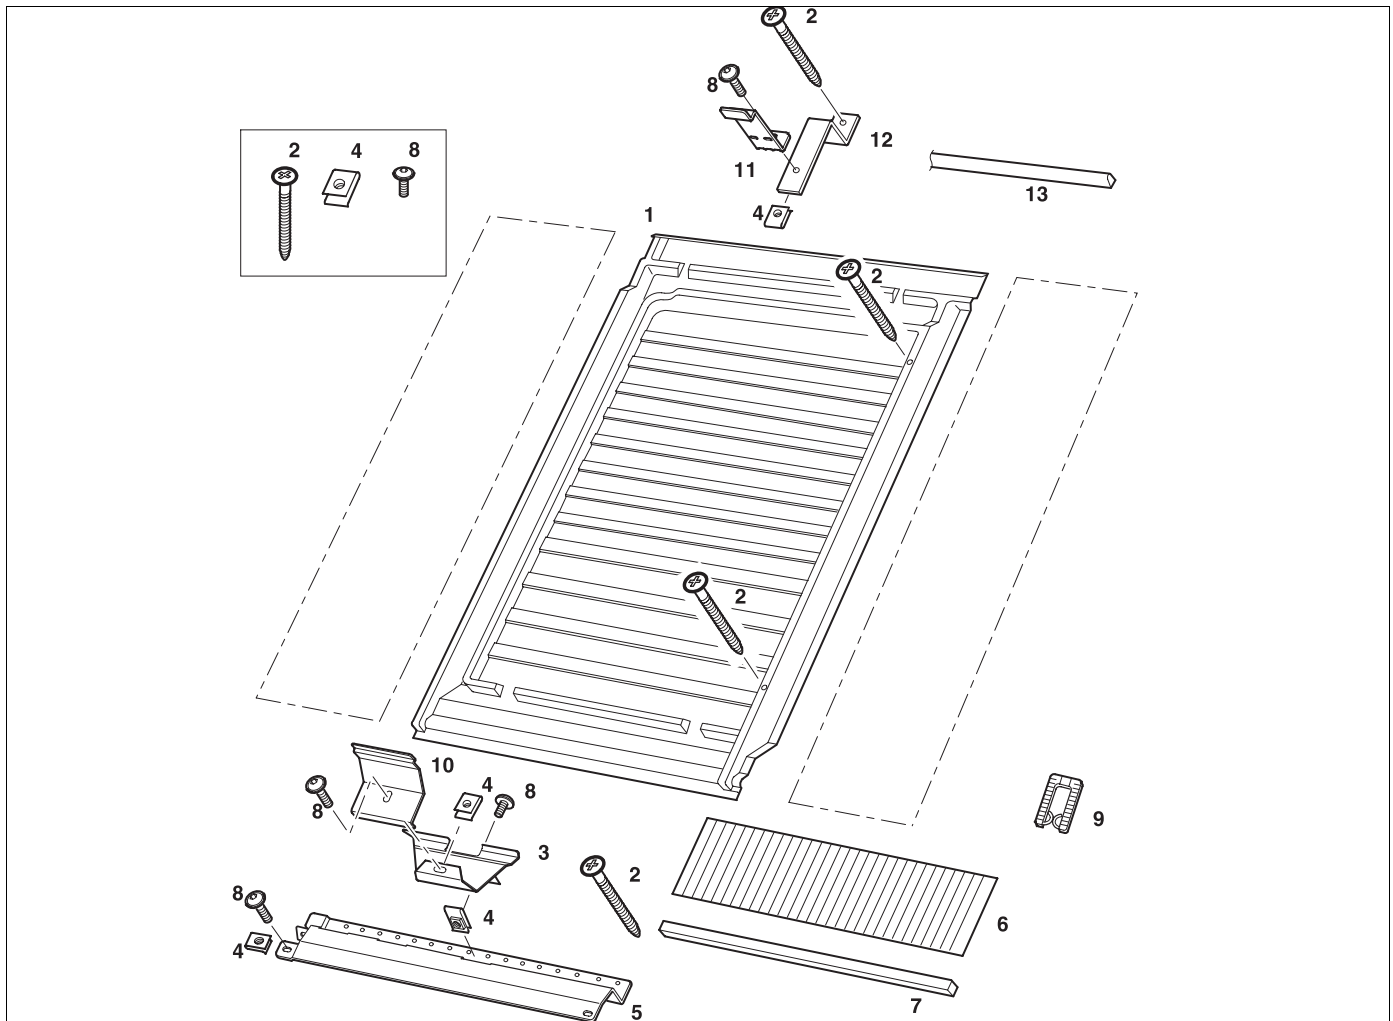
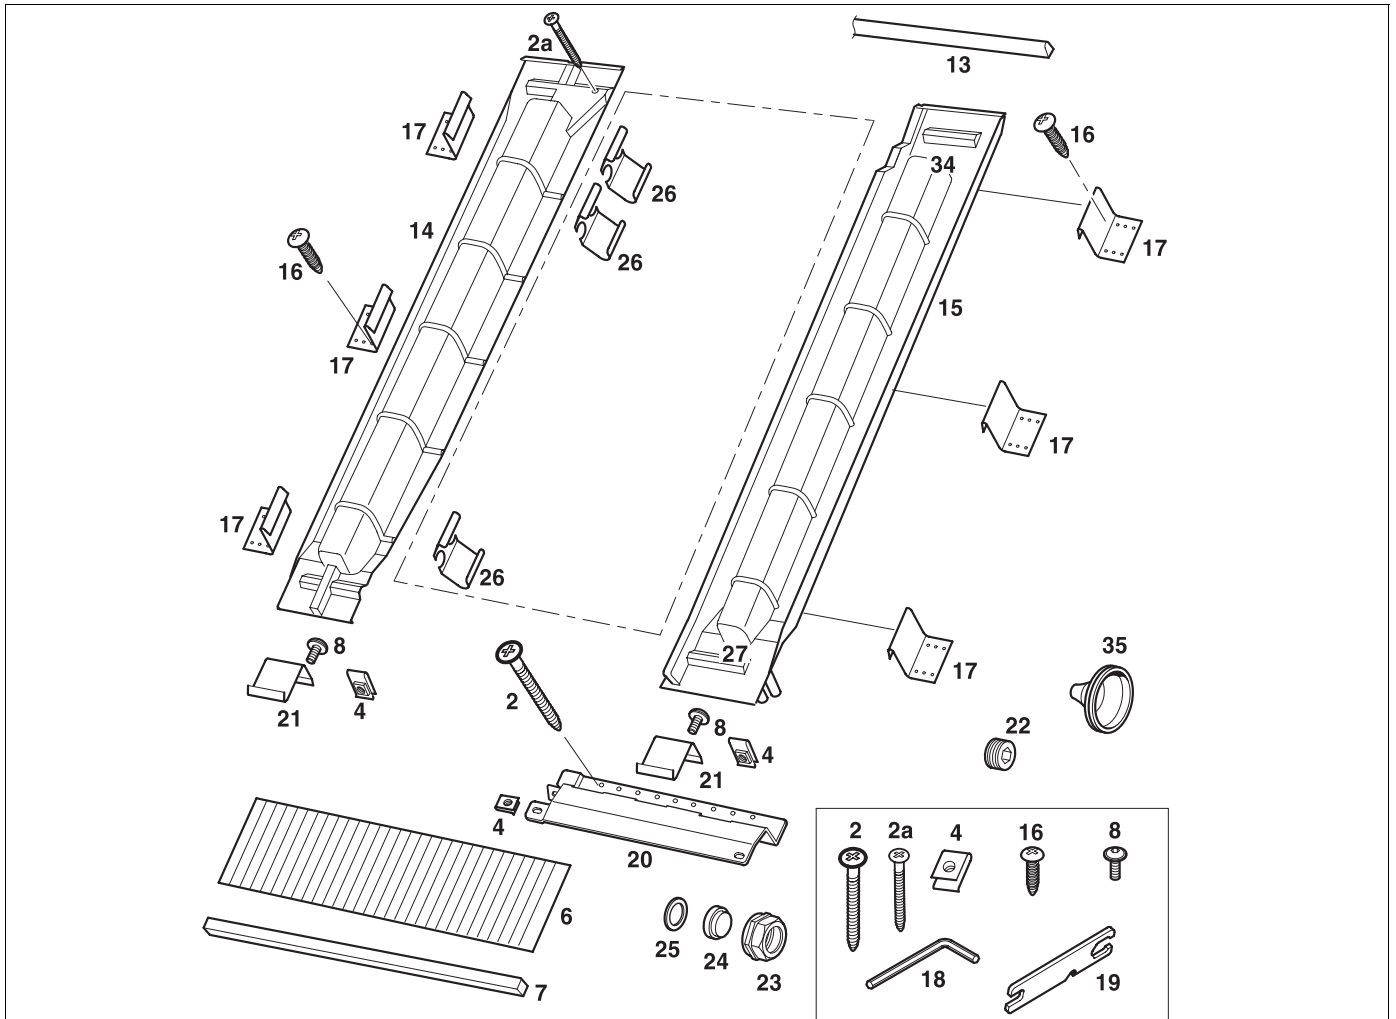

Abb. 4 Kollektormontagesatz
Abb. 5 Anschlussatz (hydraulischer Anschluss rechts)
**Pos. 1:** Z-Haken (Abb. 4, Pos. 12)
**Pos. 2:** Z-Profil (Abb. 4, Pos. 5 und Abb. 5, Pos. 20)
**Pos. 3:** Kollektorhalter (Abb. 4, Pos. 3)
**Pos. 4:** Klemmblech (Abb. 5, Pos. 21)